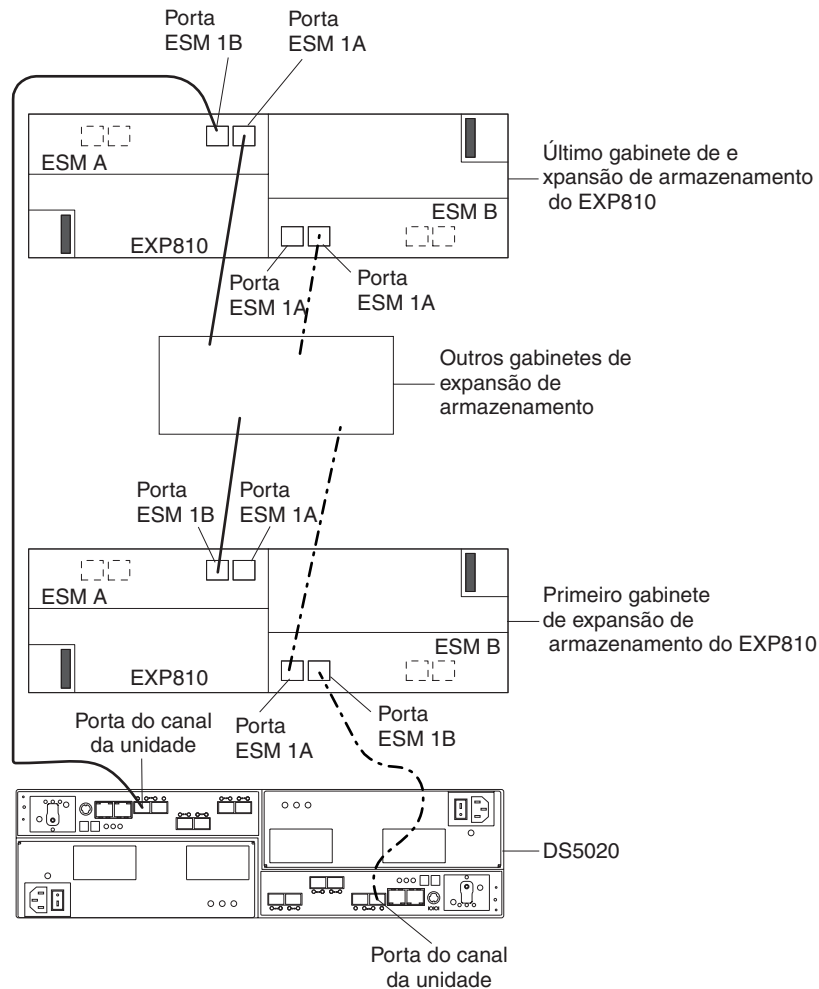

Figura 45. Portas de unidade do DS5020 conectadas às portas ESM EXP810 identificadas como 1B
10. As portas de unidade do controlador dos controladores de subsistema de armazenamento DS5020 devem sempre ser conectadas às portas identificadas como 1B nos ESMs direito e esquerdo dos EXP810s no par de canal/loop de unidade redundante que está conectado ao subsistema de armazenamento DS5020. A Figura 45 na página 76 mostra o local das portas.